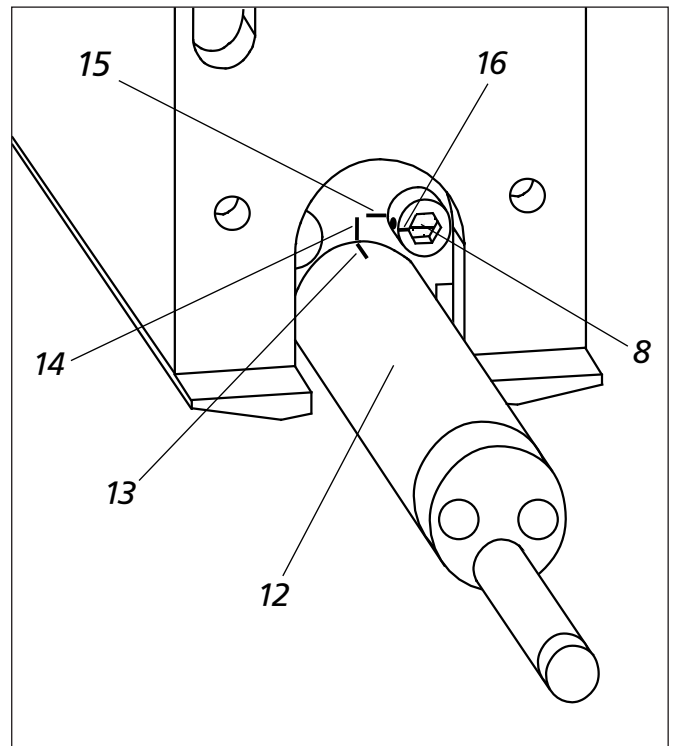

Fig. 3
2. Rimuovere il bloccaggio del tastatore (v. fig. 3): Ruotare di 180° verso destra la vite (8) situata a destra sopra l'alloggiamento del tastatore tramite la chiave a brugola (apertura 2,5), fino a che il segno (16) inciso sulla vite non si sia allontanato dal segno orizzontale (15).
3. Estrarre il tastatore (12) dal suo alloggiamento senza ruotarlo.
5. Allineare il tastatore (solo in MarSurf MFW 250 e MFW 250 B): Ruotare leggermente il tastatore (12), fino a che il segno (13) inciso sul corpo del tastatore non si trovi allineato con il segno verticale (14) sull'unità traslatrice (campo di regolazione $\pm 2^\circ$).
6. Riavvitare il blocco del tastatore: Ruotare la vite (8), fino a far corrispondere il segno (16) inciso sulla vite con il segno orizzontale (15) dell'unità traslatrice.